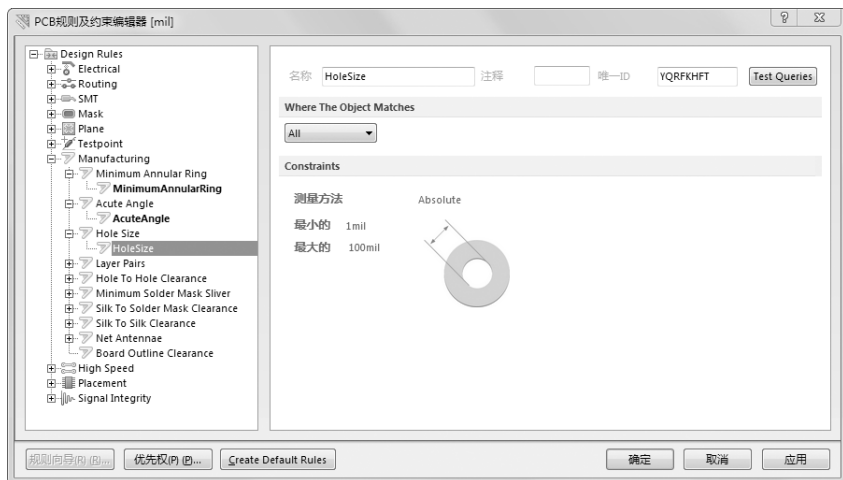

图 9-27 “Hole Size” 规则的设置对话框
(3) “Hole Size” (钻孔尺寸设计规则)：用于设置钻孔孔径的上限和下限，如图 9-27 所示为该规则的设置对话框。与设置环状图元内外径间距下限类似，过小的钻孔孔径可能在工艺上无法制作，从而导致设计无效。通过设置通孔孔径的范围，可以防止 PCB 设计出现类似错误。